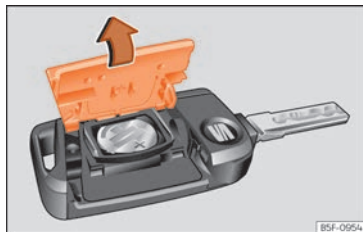

Abb. 48 Fahrzeugschlüssel: Deckel des Batteriefachs öffnen.
- Abdeckung auf der Rückseite des Fahrzeugschlüssels in Pfeilrichtung abnehmen >>> [Abb. 48], >>> ①.